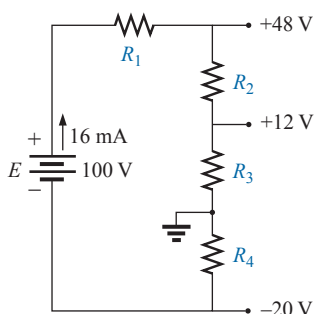

Figura 5.122 Problema 39.
39. Determine os valores de R_1 , R_2 , R_3 e R_4 para o divisor de tensões da Figura 5.122 se a corrente da fonte é 16 mA.